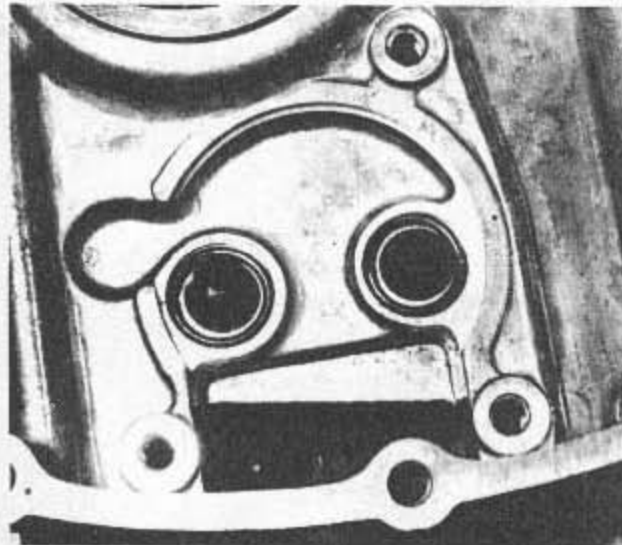
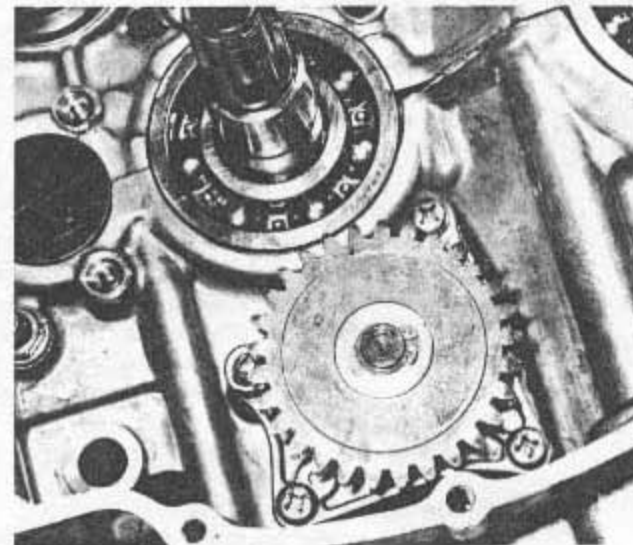

Bild 101
Bild 102
- In der Wandung, an welcher die Ölpumpe befestigt werden soll, befinden sich zwei Aussparungen, in die zwei neue O-Ringe einzulegen sind (Bild 101). Dies darf ja nicht vergessen werden, da sonst die Motorschmierung nicht mehr gewährleistet ist! Ölpumpe aufsetzen, die drei Halteschrauben eindrehen und festziehen (Bild 102). Es wird empfohlen, die Schraubengewinde mit Sicherungsflüssigkeit zu bestreichen.